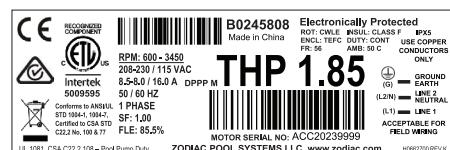

Figure 11 Étiquette de valeur nominale du moteur
1. Se reporter à l'étiquette de valeur nominale du moteur pour connaître le numéro de série du moteur (Figure 11).